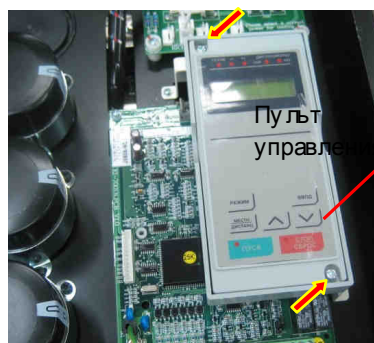

Рис. 7.34.
7.18.4. Установить пульт управления в поддон и закрепить двумя винтами (рис. 7.34).